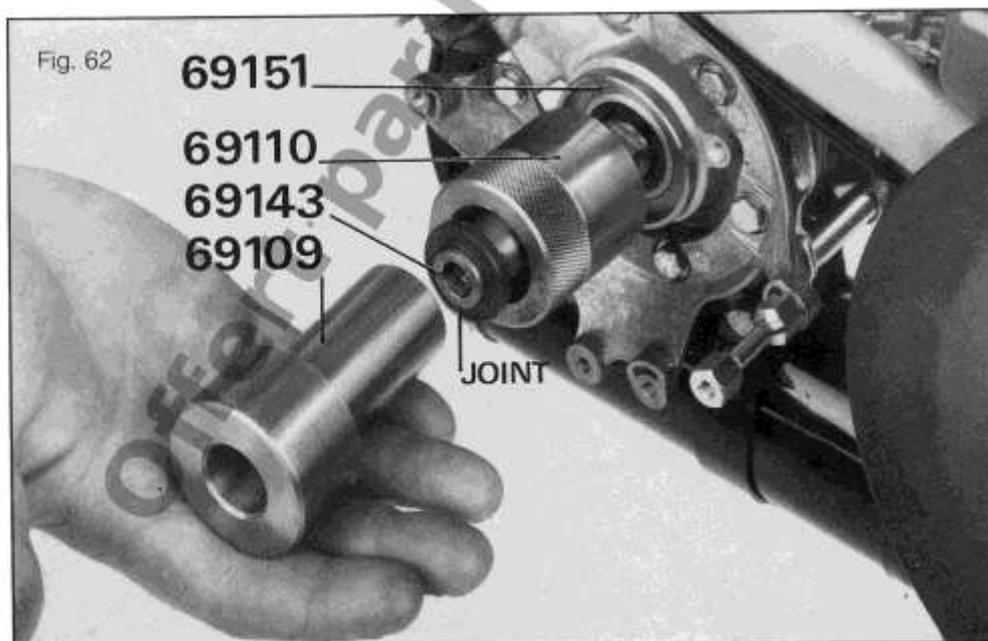

Fig. 62
- Placer sur le carter et dans l'ordre (*figure 62*) :